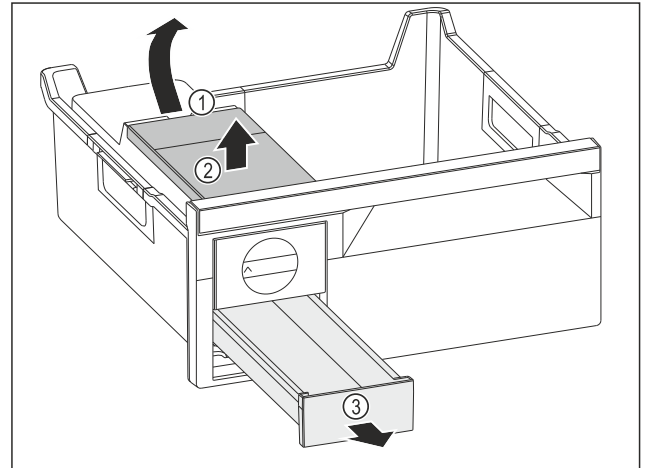

Fig. 76
- Wassertank entnehmen: Wassertank an der Aussparung Fig. 76 (1) anheben.
- Wassertank Fig. 76 (2) nach oben entnehmen.
- Eiswürfelschubfach Fig. 76 (3) nach vorne entnehmen.